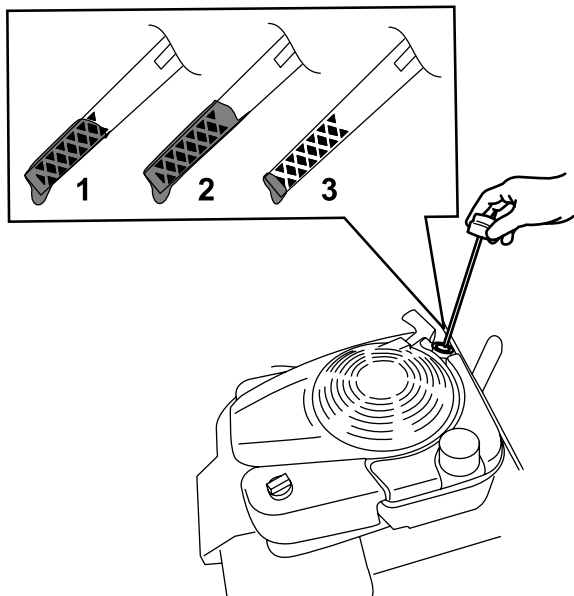

Figure 30
3. Tournez le bouchon dans le sens antihoraire et sortez la jauge (Figure 30).
10. Vérifiez le niveau d'huile indiqué par la jauge (Figure 30).